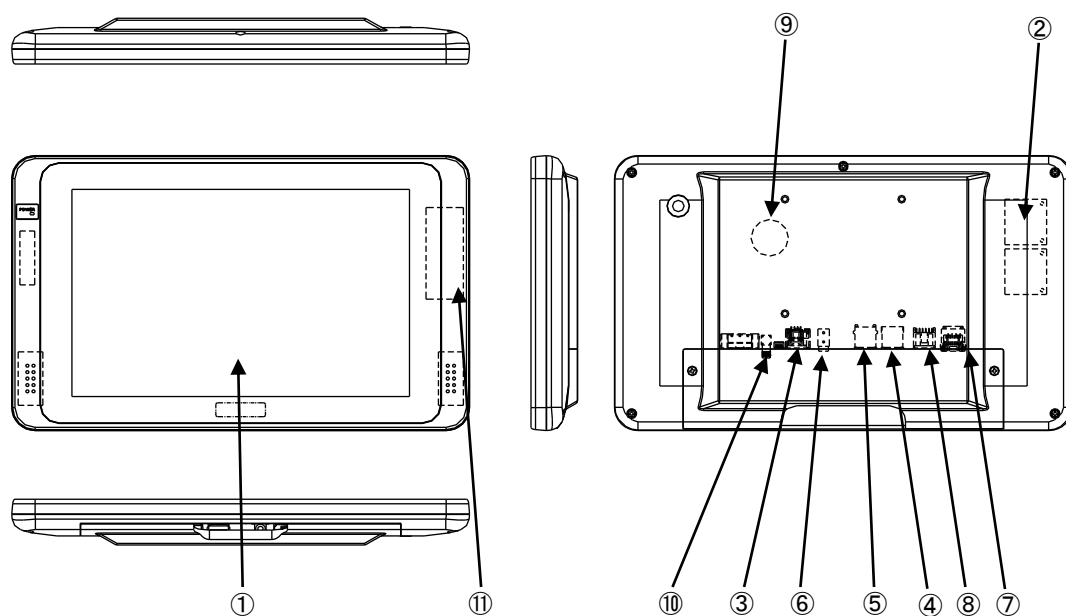

図 3-1-1. 外形図 (AS4-101BN)
AS シリーズの例として、AS4-101Bx の外形図を図 3-1-1 に示します。各部名称を図 3-1-1 に示します。
COM4	SI01 (図 3-1-1 ③) アプリケーションでシリアル通信に使用できます。
ローカルエリア接続	LAN1 (図 3-1-1 ⑦): 1000BASE Ethernet
汎用入出力	汎用の入出力です。 入力 6 点、出力 4 点を制御できます。 (図 3-1-1 ⑧)
バックアップバッテリーモニタ	BIOS 設定、RTC、外部 RTC に使用されるバックアップバッテリー (図 3-1-1 ⑨) の状態を取得することができます。